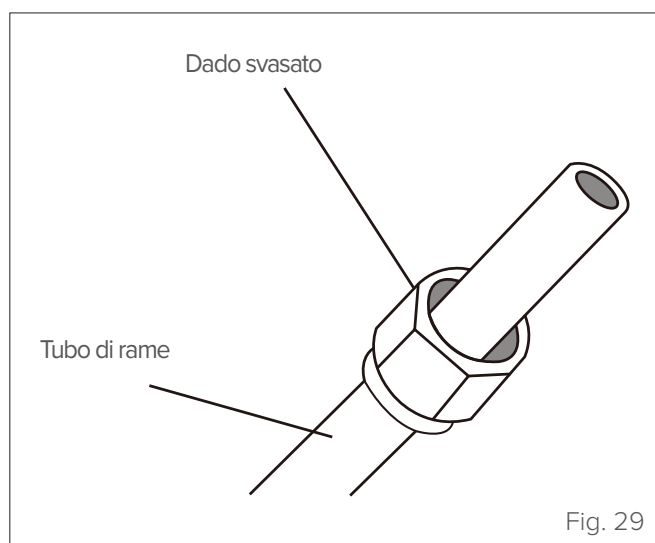

Fig. 29
- 3 Disporre un dado svasato a ogni estremità del tubo. Accertarsi che i dadi siano rivolti nella direzione corretta, perché dopo la svasatura non sarà più possibile applicarli o cambiarne la direzione (vedere "Fig. 29").